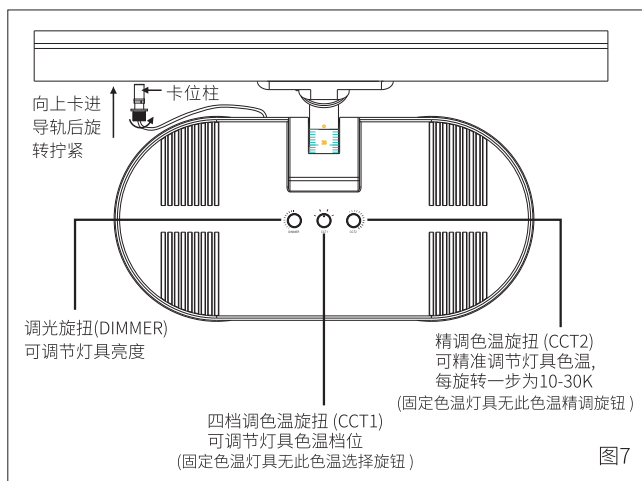

图7
9. 双头款与单头款安装步骤类似，另外双头款需要将安装绳卡位柱先调松后放进导轨卡槽，下一步旋转锁紧旋钮，使安全绳组件与导轨完全锁紧。（图7）